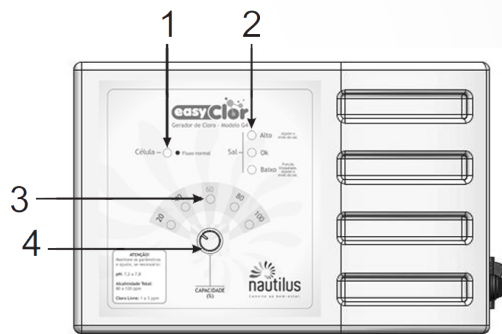

Figura 12
A capacidade de produção de cloro é regulada no painel frontal (figura 12 - item 4), com valores que representam
a porcentagem de tempo de produção no período de 1 hora (figura 12 – item 3).
- Fluxo (figura 12 – item 1): Quando o Led de Fluxo (verde) estiver piscando, isso indica que o sensor de fluxo está atuando, indicando que não existe fluxo de água na tubulação, sendo assim o gerador não funcionará até a retomada do fluxo, quando então o led ficará aceso e o gerador funcionará normalmente.
-Nível de Sal (figura 12 – item 2): Para indicar o nível de sal o Gerador de Cloro EASYCLOR - G4 possui três Leds indicadores que funcionam da seguinte forma.